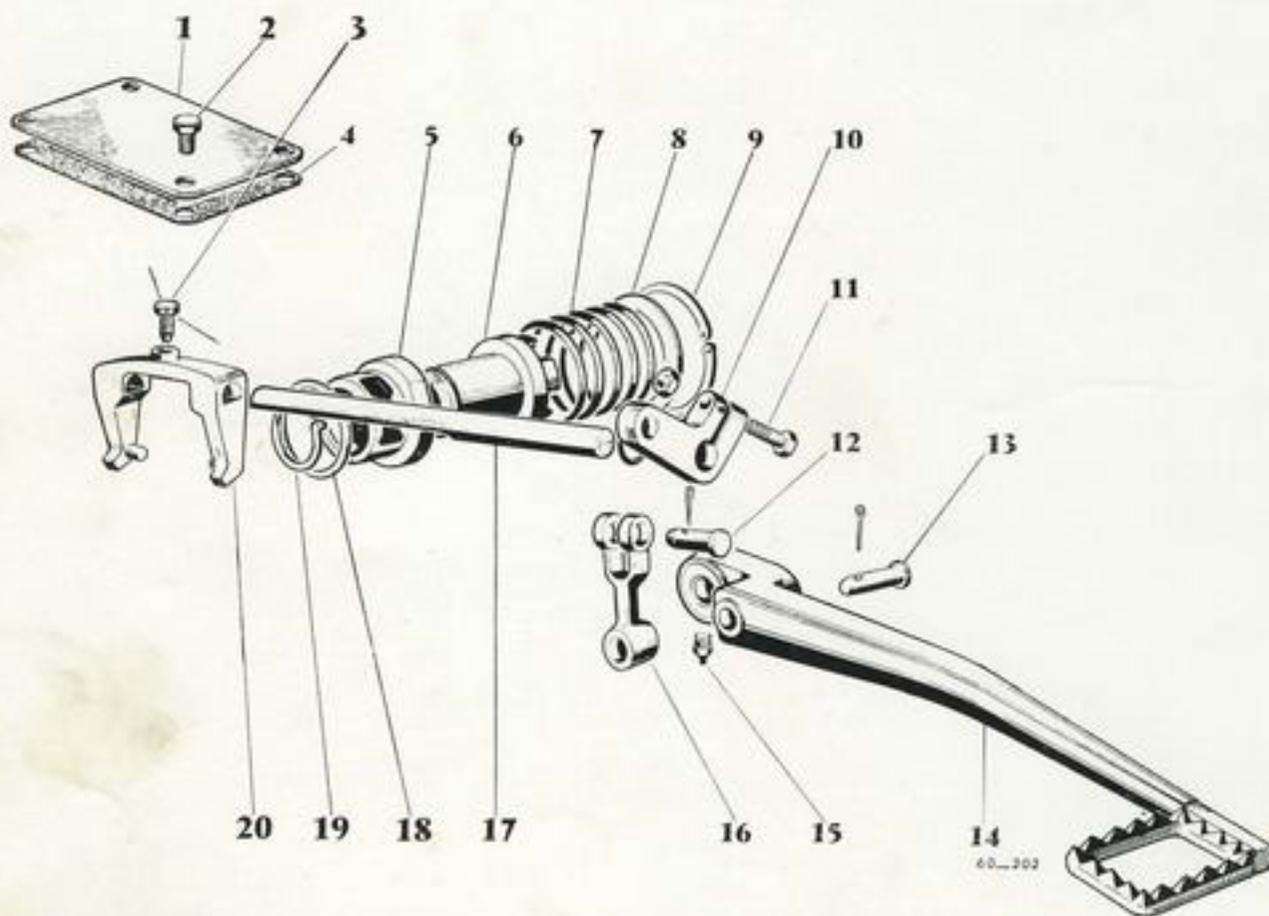

Fig. 6
— Le dispositif de blocage de différentiel est constitué par un crabot baladeur (6. Fig. 6) sur l'axe d'essieu droit.
La fourchette de commande (20. Fig. 6) est actionnée par la pédale (14. Fig. 6) pour
le blocage; le retour du crabot, est automatique grâce à l'action du ressort de rappel (7. Fig. 6).
- Le réglage du blocage de différentiel s'obtient en desserrant la vis (11. Fig. 6) de levier de commande et en positionnant la pédale de manière à ce que le blocage soit effectif dès que le patin de pédale est en contact avec le marchepied (Fig. 8). Contrôler l'action effective du crabot par la plaque de visite (1. Fig. 6) à la partie supérieure de la trompette.
La trompette droite étant déposée, extraire le circlips (9. Fig. 6) la rondelle d'appui (8. Fig. 6) le ressort (7. Fig. 6) et le crabot (6. Fig. 6).
La dépose de l'axe de fourchette de commande (20. Fig. 6) du manchon (5. Fig. 6) et de la tringle relais (16. Fig. 6) ne présente aucune difficulté.
Au remontage ne pas omettre de freiner la vis d'arrêt (3. Fig. 6) qui doit être serrée au couple de 0,7 à 0,8 m.kg et procéder au réglage comme indiqué plus haut.
- Extraire la goupille supérieure de la biellette de renvoi du blocage de différentiel. Enlever l'axe (12, fig. 6).
- Desserrer l'écrou de serrage du levier coudé de l'axe de fourchette et enlever le levier (10, fig. 6).